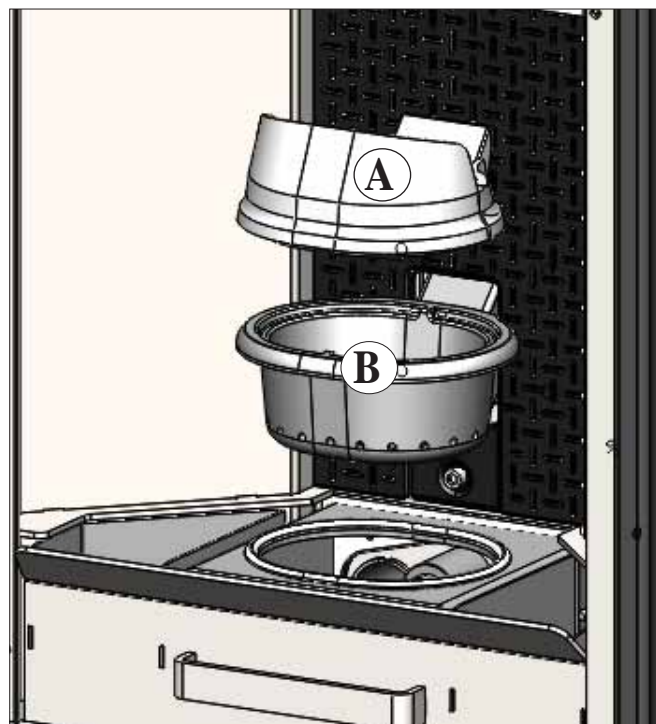
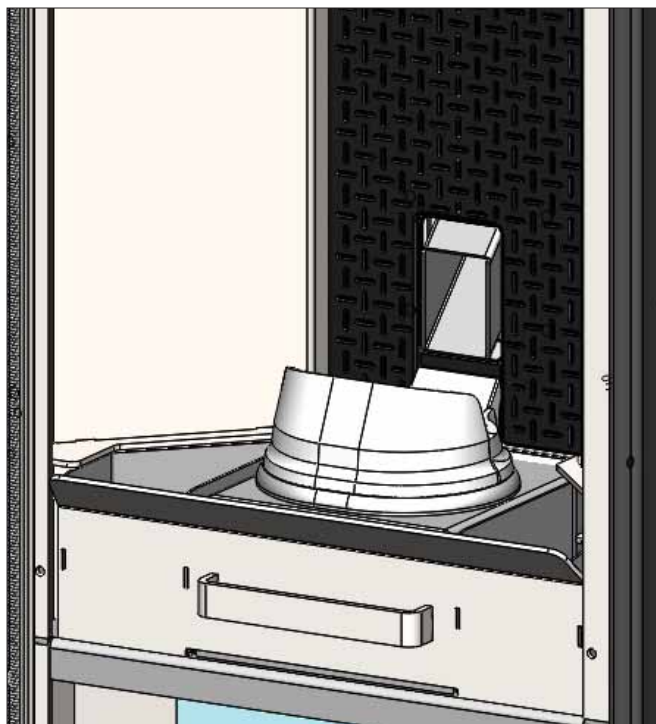

fig. 1
fig. 2
Após a limpeza normal, o acoplamento NÃO CORRECTO do recipiente superior (A) (fig. 1) com o recipiente inferior (B) (fig. 1) pode comprometer o funcionamento da estufa. Por isso antes da ligação da estufa, certificar-se que os recipientes sejam acoplamento correctamente como indicado na (fig. 2) sem presença de cinzas ou incombustos no perímetro de apoio.